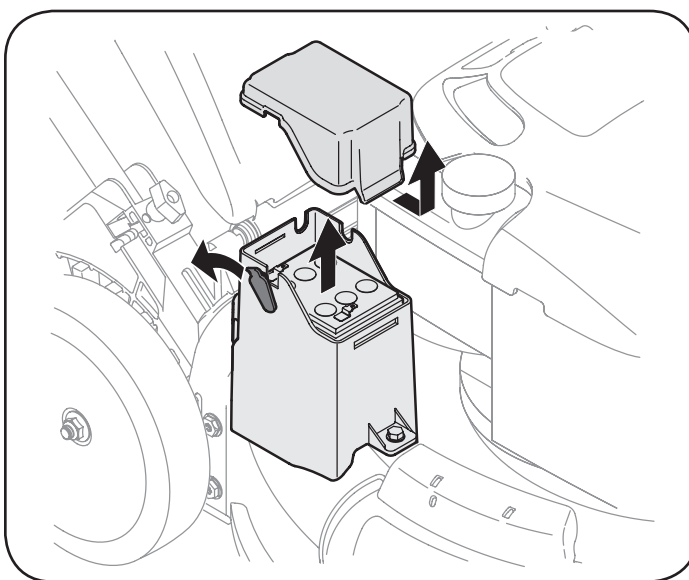

Figura 20
2. Retire los conductores positivo y negativo de la batería, y tire de la batería para extraerla. Vea la Figura 20.